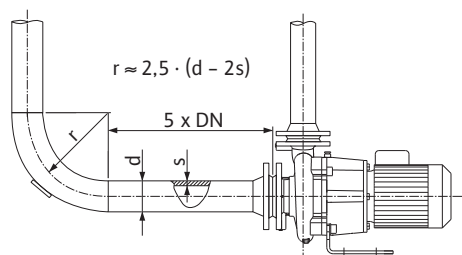
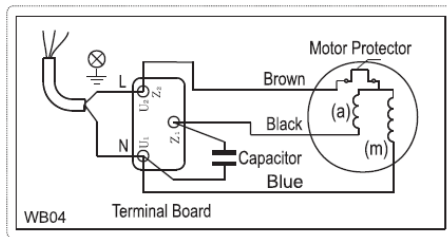

Fig. 4: Stabilizacijska dionica ispred i iza pumpe
Fig. 5: Priključak izmjenične struje
- Mrežni priključak ovisi o snazi motora P_2 , mrežnom naponu i vrsti uključenja. Potrebno uključenje spojnih mostova u priključnoj kutiji navedeno je u sljedećoj tablici te na Fig. 4 i Fig. 5.